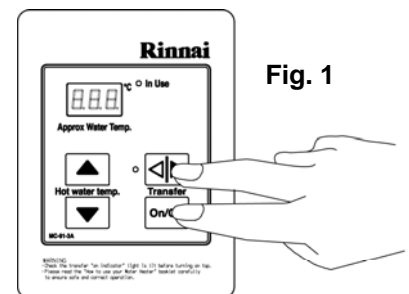

Fig. 1
STEP 1: Sul comando remoto principale (Master) premere e mantenere premuti simultaneamente i tasti Transfer e ON/OFF (Fig.1) fino a quando il comando emette un "beep".